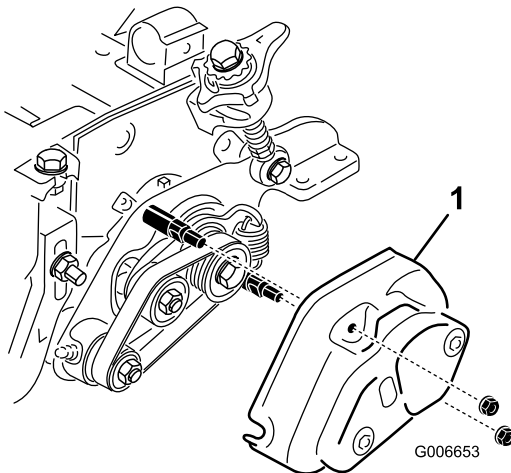

Bild 51
8. Stellen Sie sicher, dass die Muttern an den Groomer- und Rollenbürstenabdeckungen (Bild 51) nicht zu fest angezogen sind.